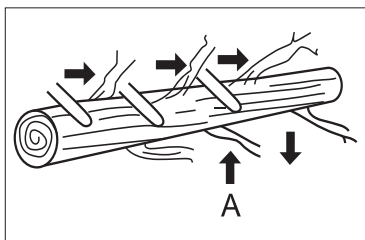

Рис. 18
Обрезайте ветви с упавшего дерева. Не обрезайте ветви, которые поддерживают ствол и не дают ему укатиться (A), пока не распилите ствол (рис. 18).